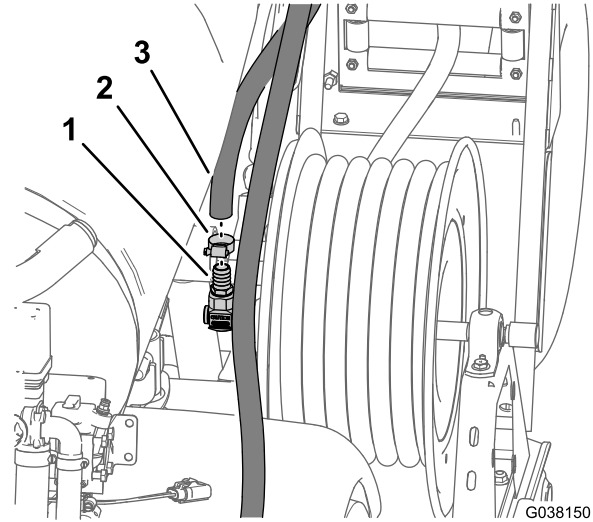

Figura 12
1. Retire la abrazadera que sujeta la manguera de alimentación al acoplamiento dentado del acoplamiento giratorio de entrada del carrete (Figura 12).
2. Retire la manguera de alimentación del acoplamiento dentado (Figura 12).